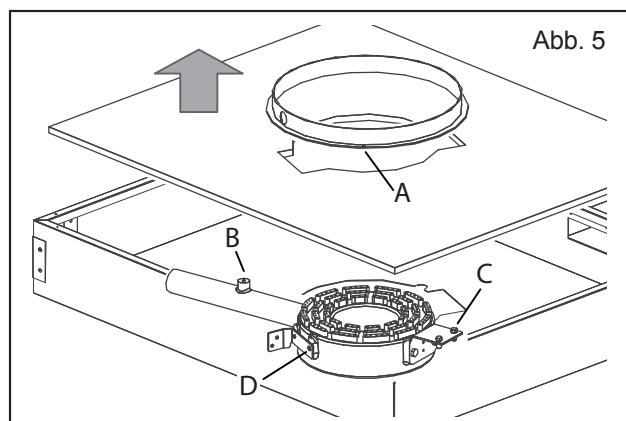

Abb. 5
**Glühplattenherd 980:** Befestigungsschrauben des Wärmeüberträgers (Abb. 5/A) abschrauben
- Isolierung entfernen und den Brenner von der Brennkammer abschrauben (Abb. 5/B+C)
- Träger abschrauben (Abb. 5/C+D) und an den neuen Brenner montieren